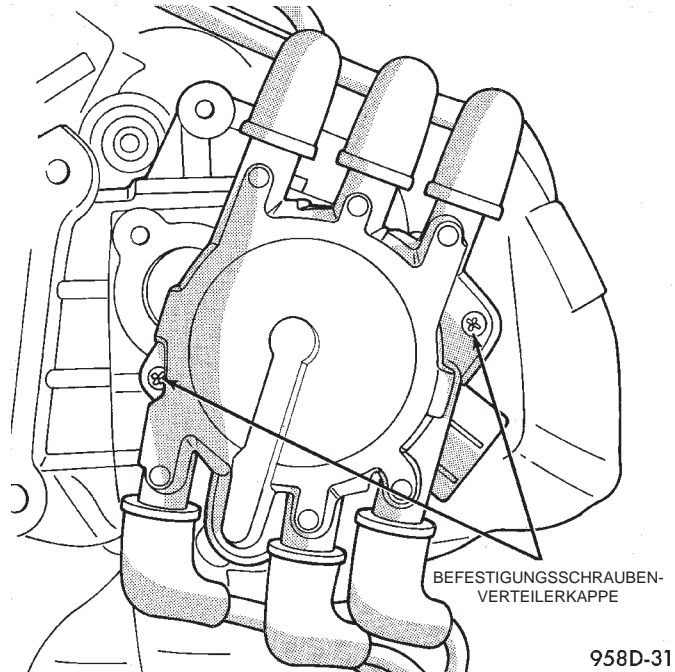

Abb. 48 Befestigungsschrauben der Verteilerkappe
(1) Die Schraube lösen, mit welcher der Resonator des Ansaugsystems am Ansaugluftsammler befestigt ist.
(2) Die Klemmen lösen, mit denen der Deckel des Ansaugluftfilters am Gehäuse befestigt ist.
(3) Zusatzluftschlauch der Kurbelgehäuse-Zwangsentlüftung vom Lufteinlaßschlauch abbauen.
(4) Schlauchschelle am Drosselklappengehäuse lockern.
(5) Lufteinlaßschlauch, Resonator und Deckel des Ansaugluftfilters abnehmen.
(6) AGR-Schlauch abbauen.
(7) Zündkabel von der Verteilerkappe abbauen.
(8) Befestigungsschrauben der Verteilerkappe lösen und Verteilerkappe abnehmen (Abb. 48).
- (1) Die Schraube lösen, mit welcher der Resonator des Ansaugsystems am Ansaugluftsammler befestigt ist.
- (2) Die Klemmen lösen, mit denen der Deckel des Ansaugluftfilters am Gehäuse befestigt ist.
- (3) Zusatzluftschlauch der Kurbelgehäuse-Zwangsentlüftung vom Lufteinlaßschlauch abbauen.
- (4) Schlauchschelle am Drosselklappengehäuse lockern.
- (5) Lufteinlaßschlauch, Resonator und Deckel des Ansaugluftfilters abnehmen.
- (6) AGR-Schlauch abbauen.
- (7) Zündkabel von der Verteilerkappe abbauen.
- (8) Befestigungsschrauben der Verteilerkappe lösen und Verteilerkappe abnehmen (Abb. 48).
- (9) Zündkabel von der alten Verteilerkappe abbauen und an der neuen Verteilerkappe anbauen. Die Fassungen an der Verteilerkappe und die Zündkabel sind entsprechend den jeweiligen Zylindern nummeriert.
(9) Stellung des Verteilerläufers markieren und Verteilerläufer abnehmen. Durch die Markierung wird der spätere Einbau des Zündverteilers erleichtert.